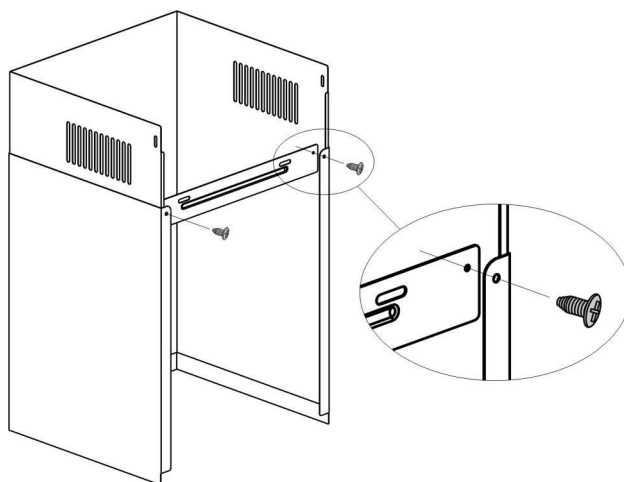

Rys. 3
- 6) Włożyć kołki plastikowe w 2 pozostałe otwory (250 mm) i wkręcić w nie wkręty ST4x30 w celu dociśnięcia okapu kuchennego mocno do ściany. (patrz rys. 3.)